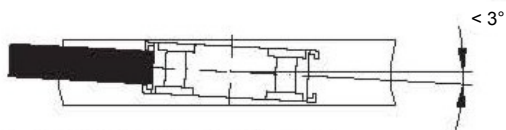

Fig. 2-8 Alignement de la sonde
- La face active de la sonde n'est pas dirigée vers la bande magnétique (voir fig. 2-8).